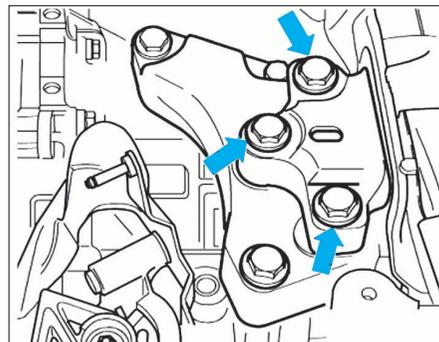

FIG. 26
- Tourner l'embase du pommeau (1) vers la droite et la glisser vers le bas, jusqu'en butée (Fig.26).